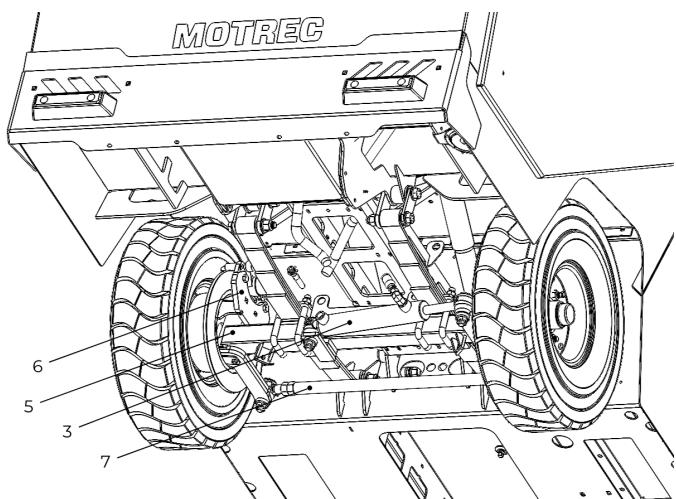

Figure 33. Inspection générale du système de direction.
- Vérit de direction (3). (Voir figure 33)
- Bras d'essieu (5). (Voir figure 33)
- Axes droit et gauche (6). (Voir figure 33)
- Rotules de direction (7). (Voir figure 33)